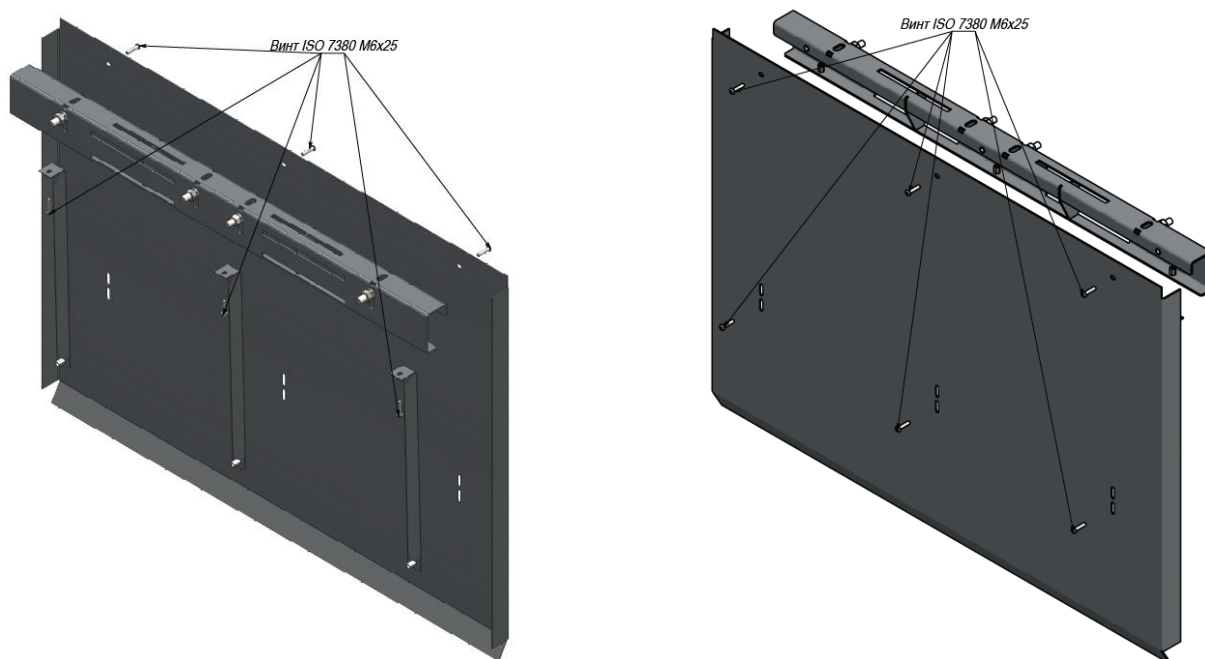

Рис.40
7.4.15. Установить фартук порога кабины, для этого соединить раскосы с порогом и фартуком (при необходимости подогнуть раскосы) и зафиксировать винтами ISO 7380 M6x25. Аналогично зафиксировать верхнюю часть фартука к порогу.(см.рис. 40)